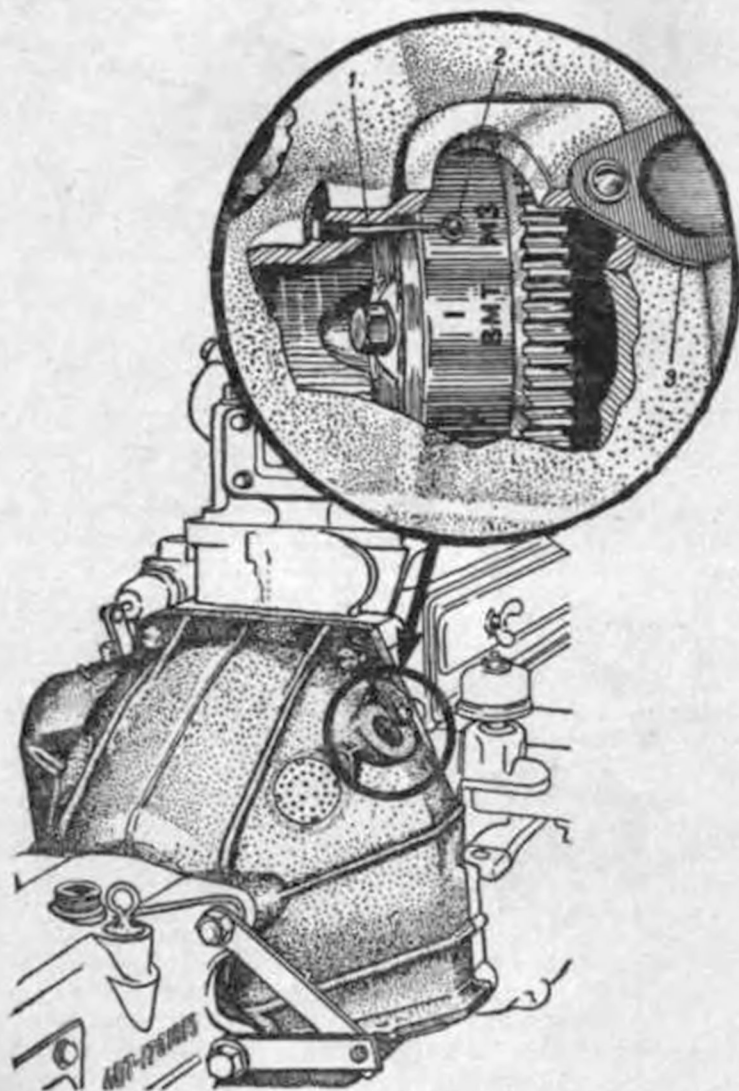

Рис. 17. Смотровое окно в картере сцепления и установочные метки на ободу маховика
2. Установить поршень первого цилиндра (считая от радиатора) в верхнюю мертвую точку (в. м. т.) такта сжатия (оба клапана закрыты), повернув пусковой рукояткой коленчатый вал двигателя так, чтобы метка, нанесенная на ободе маховика, — черта с обозначением ВМТ (рис. 17) — совместились с острием 1 штифта, закрепленного в смотровом люке картера сцепления \*\*.
\*\* С целью показать обе установочные метки, имеющиеся на ободе маховика, на рис. 17 с острием штифта 1 совмещена метка МЗ (момент зажигания), а не метка ВМТ.
Для проверки установки момента зажигания вывертывают свечу первого (считая от радиатора) цилиндра и закрывают свечное отверстие в головке блока пробкой из смятой бумаги. Далее открывают крышку 3 (см. рис. 17) смотрового окна на картере сцепления и медленно вращают коленчатый вал двигателя пусковой рукояткой до начала такта сжатия в первом цилиндре, которое определяют по выталкиванию бумажной пробки, закрывающей свечное отверстие. Продолжая вращать вал, устанавливают поршень первого цилиндра в положение, соответствующее моменту проскакивания искры на электродах свечи ( $10^\circ$  до в. м. т.), при котором метка МЗ на маховике (запрессованный в обод шарик 2) совпадает с острием штифта, закрепленного в смотровом окне картера сцепления. В этом положении коленчатого вала ослабляют стяжной винт хомутка пластины крепления корпуса распределителя, снимают крышку распределителя и устанавливают октан-корректор в среднее положение, совместив с торцом горловины корпуса распределителя четвертое деление шкалы корректора.